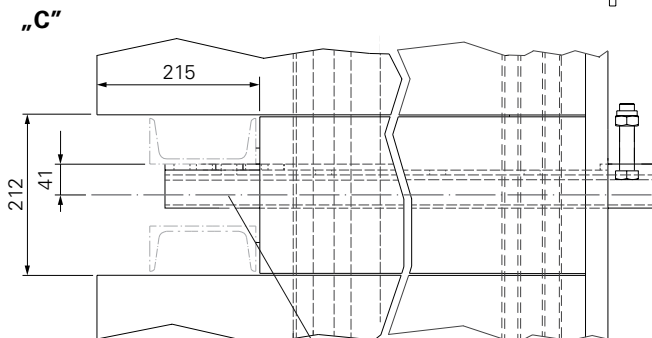

Fig. A1.22c
6. Ricavare le aperture per il passaggio dei correnti verticali (5). (Fig. A1.22c)